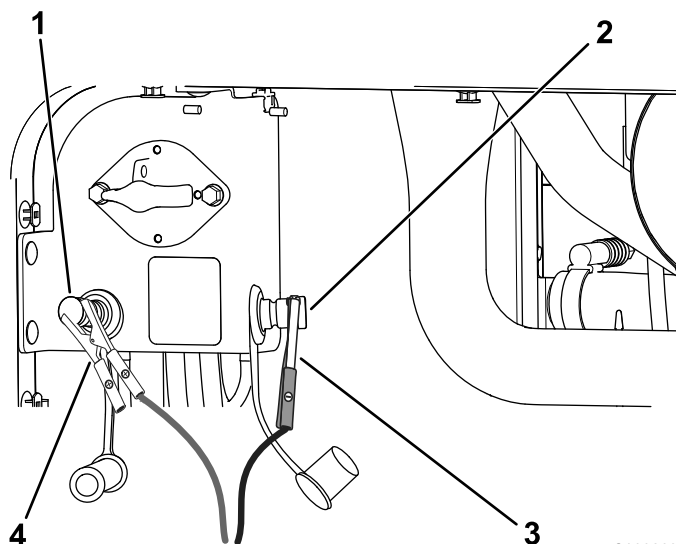

Figure 116
4. Branchez le câble de démarrage positif (+) à la borne positive de la batterie déchargée (Figure 116).
5. Branchez le câble de démarrage négatif (-) à la borne négative de la batterie déchargée (Figure 116).
7. Lorsque le moteur démarre, demandez à l'autre personne de débrancher le câble de démarrage négatif (-) du de la borne négative de la batterie déchargée, puis de débrancher le câble de démarrage positif (+) (Figure 116).